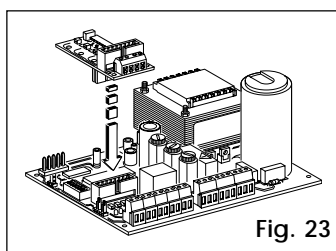

Fig. 23
**624 FSW board (Fig. 23)**
**624 SLAVE BOARD (Fig. 23)**